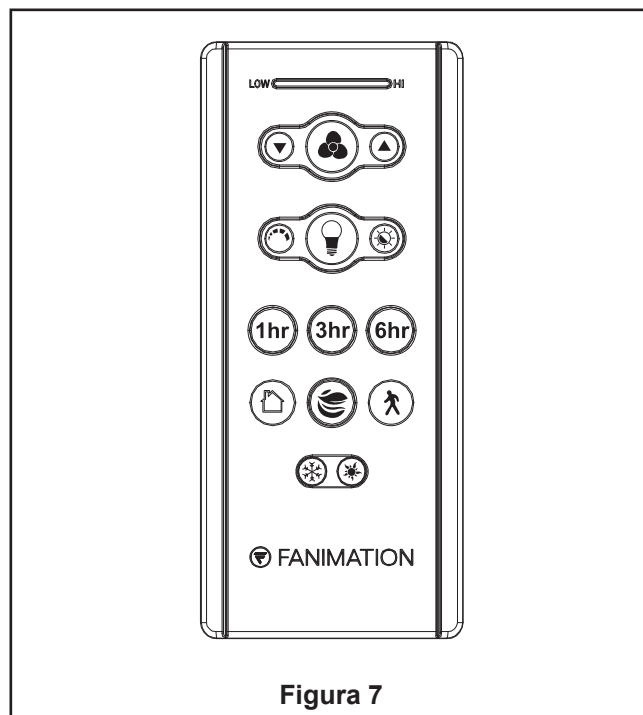

Figura 7
- ☐ **7.** Asegure el vidrio en la ensamble de la placa de iluminación girándolo en el sentido de las agujas del reloj y sin apretar demasiado. (Figura 7)
9. Funciones del control remoto: (Figura 7)